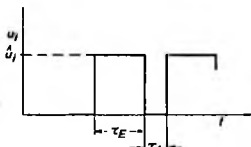

Abb. 7
6.2 Impulsleichrichtung nach Abb. 7